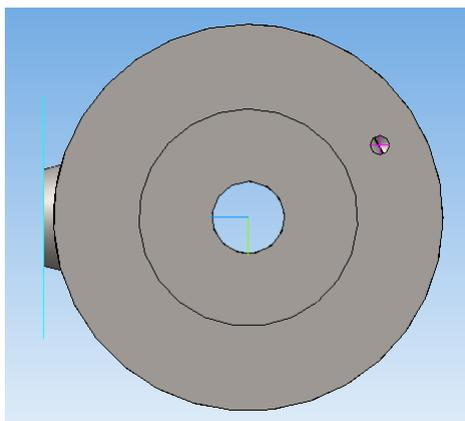

Рис. 13. Рабочее поле после построения отверстия
- Щёлкните мышкой в любом месте грани детали, на которой должно располагаться отверстие, и нажмите кнопку  (*Создать объект*) на *Панели свойств*, в результате чего на детали появится создаваемое отверстие (рис. 13).